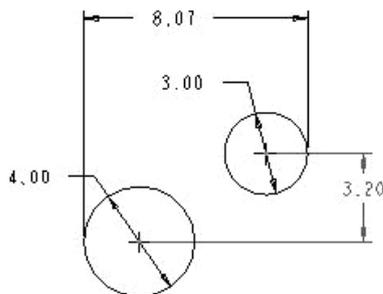

图 2-37 标注两圆间切点之间的距离
(1) 单击尺寸标注按钮 ，进入尺寸标注操作。
(2) 分别选中大圆的左侧边线与小圆右侧的边线，在二者之间的任意一点，单击鼠标中键，弹出如图 2-38 所示的【尺寸定向】对话框。选择该对话框的“水平”单选按钮，以水平方位标注，单击该对话框中的【接受】按钮，结果如图 2-37 所示，尺寸为 8.07。
(3) 双击尺寸“8.07”，将其修改为“8”。